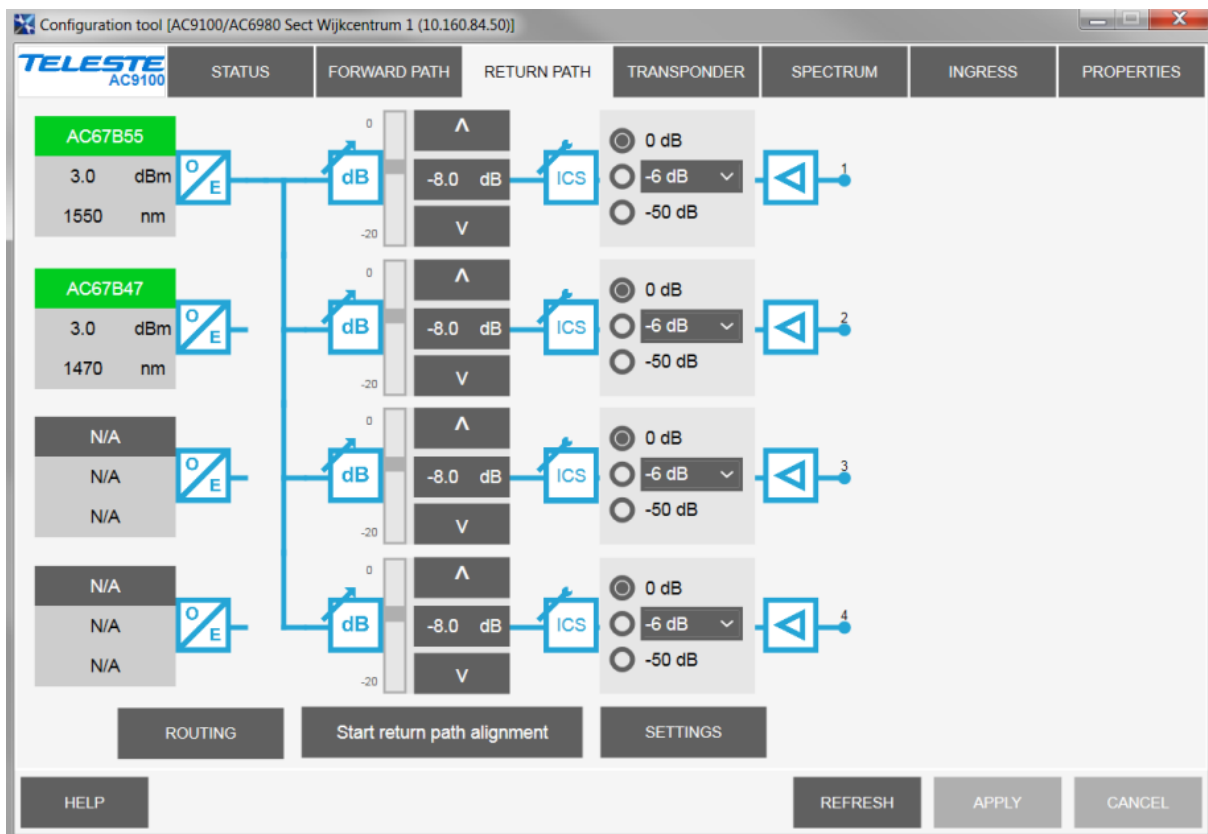

Fig 13
- Het upstream ingangsniveau bedraagt 65 dB μ V per poort. Intern wordt dit niveau teruggebracht naar 57dB μ V direct aan de zender (52dB μ V aan het OMI testpunt). Dit komt overeen met een demping van $65-57 = -8\text{dB}$ per poort in het demping dB 'control veld' \wedge in fig 13.
- Klik op **settings** in het **Return Path** Tabblad(fig. 13)
- Bevestig met **Apply** en verlaat scherm met **OK**. (Fig. 13)
- Klik op **Routing** in het **Return Path** Tabblad(fig. 13)
- Ga naar het **Return Path** tabblad en selecteer **Start (return path) Alignment** (fig. 13)